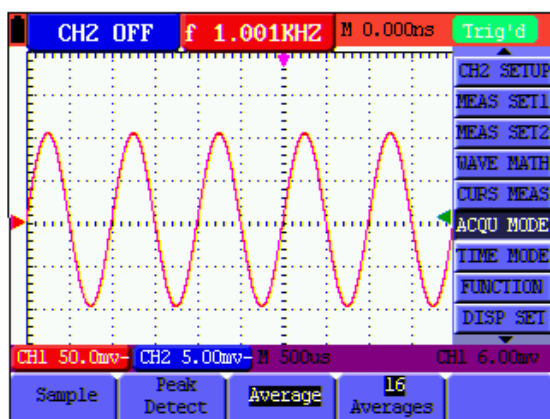

Figura 13: Modalità di Campionamento del Fattore Medio
2. Premere il tasto **MENU ▲** o **MENU ▼** per selezionare la modalità **ACQU** (modalità acquisizione); Quattro (4) opzioni selezionabili saranno visualizzate in basso sullo schermo.
3. Premere il tasto **F3** per selezionare **Average Factors** (fattori medi) e poi premere il tasto **F4** per passare a **Averages 16**. Lo strumento poi eseguirà la media di 16 campioni (o acquisizioni) e visualizzerà il risultato finale. Consultare Figura 13: